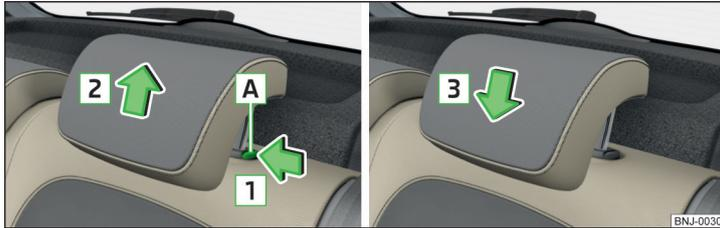

Abb. 56 Kopfstützen: aus-/einbauen
- > Die Sicherungstaste **A** in Pfeilrichtung **1** drücken und die Stütze in Pfeilrichtung **2** herausziehen » Abb. 56.